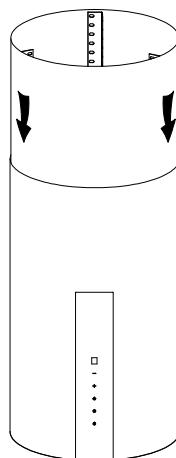

Рис. 7
8. Поместите телескопическую часть внутрь корпуса вытяжки. См. рис. 7